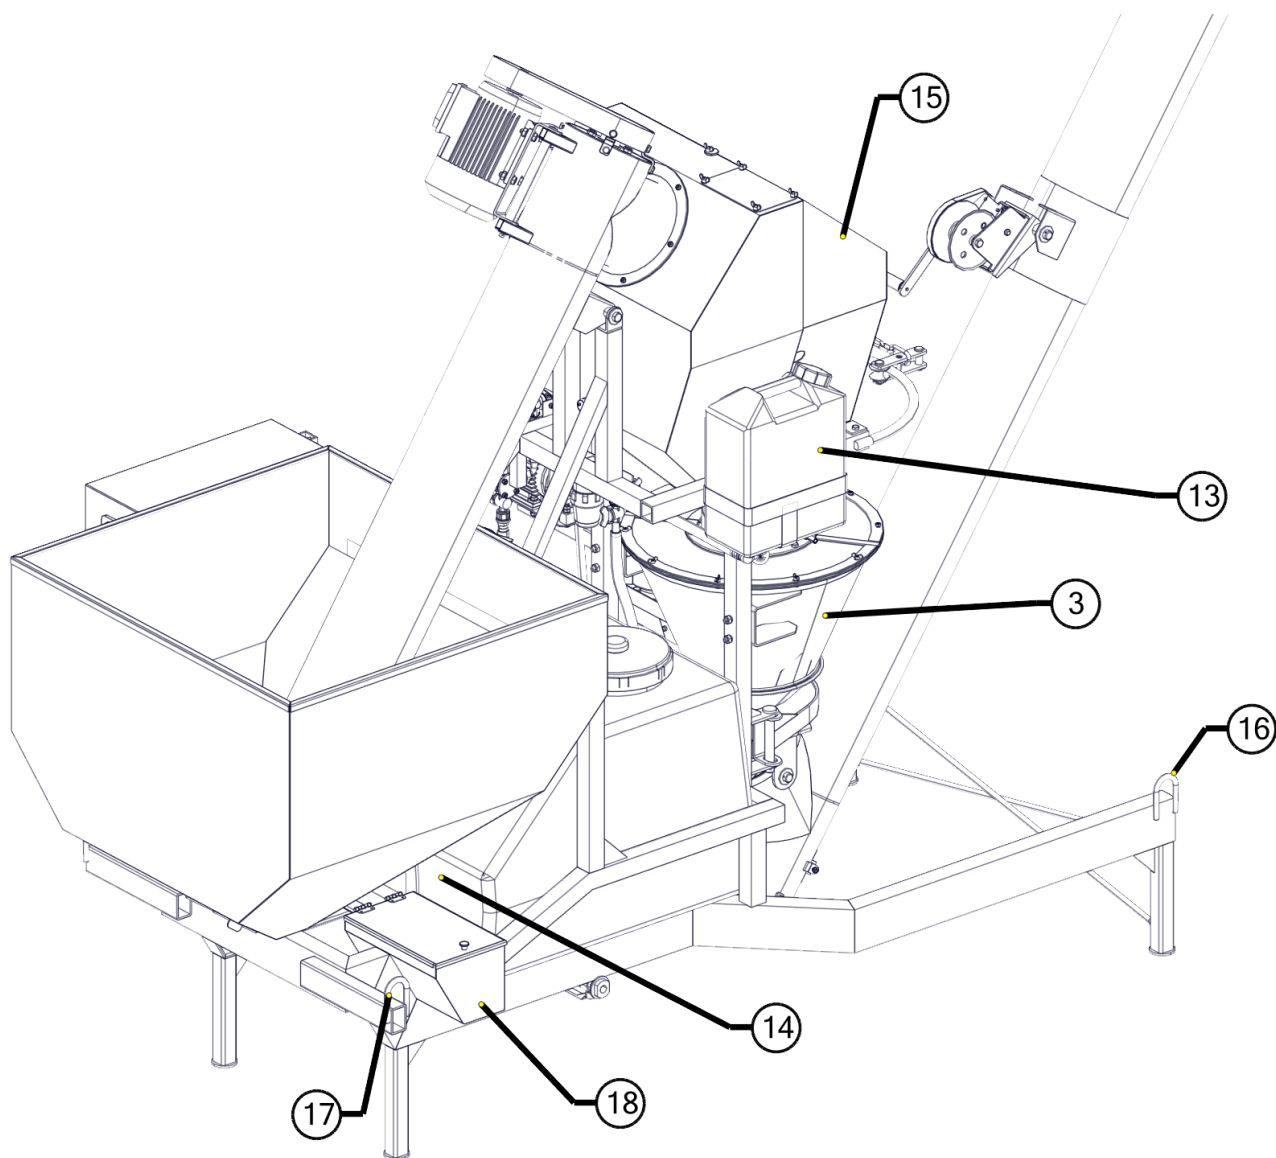

Рис. 1(б). Протравливатель
Общее устройство протравливателя показано на рис. 1 (а, б), а основных узлов – на рис. 2-8.
2.1. Протравливатель семян камерный ПС-20Д-М1 (рис. 1 а,б) представляет собой автоматическую стационарную машину с электроприводом основных механизмов и состоит из следующих сборочных единиц: предварительный бункер 8, бункера для накопления семян 2, камеры протравливания 3, бака 4 для рабочей жидкости, насосной установки 5 с системой дозирования жидкости 20, шнека выгрузного 6, шнека загрузочного 7, блока 12 управления потоком жидкости, шкафа управления 10. Сборочные единицы смонтированы на раме 1. Выгрузной шнек поднимается и опускается оператором с помощью лебедки 11 и троса 9. Бачок 13 заполняется чистой водой и предназначен для промывки системы и мытья рук оператора.
Рис. 1а. Протравливатель ПС-20Д-М1.